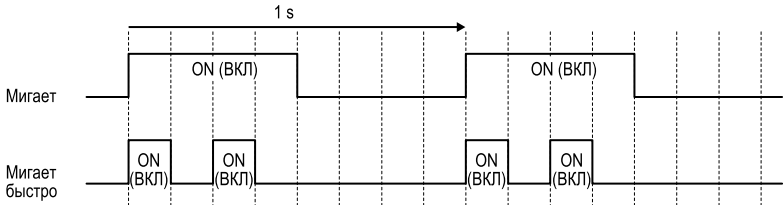

Рисунок 8.7 Состояния мигающего индикатора
*1 Отличие обычного мигания от быстрого см. на иллюстрации Рисунок 8.7.